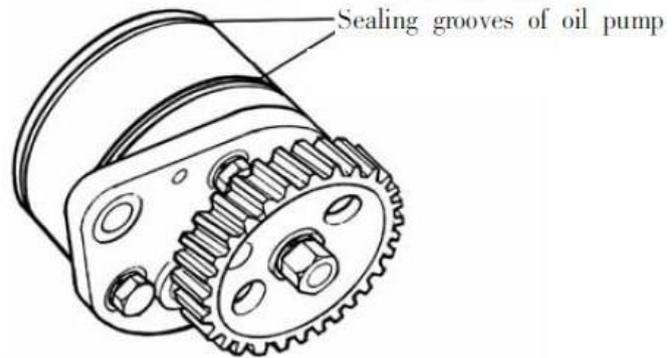

Fig 5-35 Sealing Grooves of Oil Pump
4.2 Вставте ущільнювальне кільце перед установкою масляного насоса, нанесіть трохи масла на насос, затягніть болти, вільно рухайте шестерню без блокування (див. Рис. 5-35).